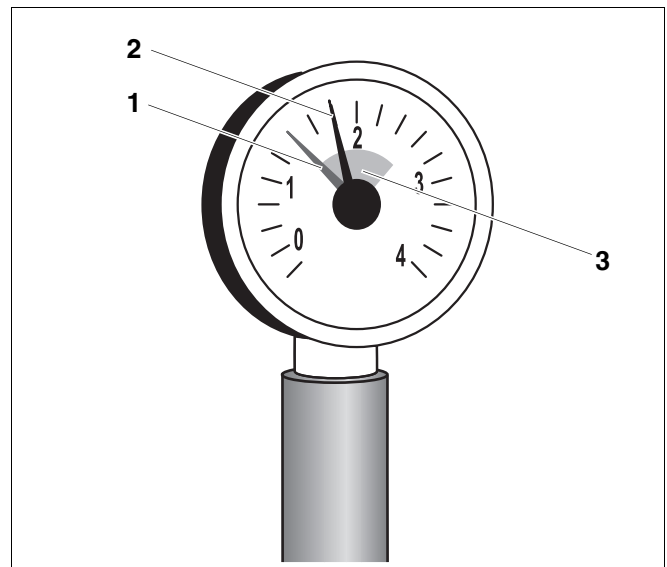

Fig. 5 Manomètre pour installations fermées
Sur les installations fermées, l'aiguille du manomètre (fig. 5, **pos. 2**) doit se situer dans les limites du marquage vert (fig. 5, **pos. 3**). L'aiguille rouge (fig. 5, **pos. 1**) du manomètre doit être réglée sur la pression nécessaire.
- Si l'aiguille du manomètre (fig. 5, **pos. 2**) est en-dessous du marquage vert (fig. 5, **pos. 3**), la pression d'eau de l'installation est trop faible. Remplissez l'installation de chauffage avec de l'eau d'appoint (voir chapitre 3 "Utilisation d'eau de remplissage et d'appoint correctes", page 7).